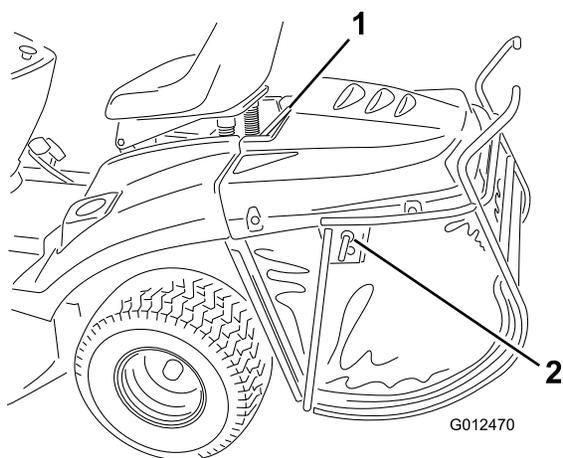

Figura 16
1. Se il perno di bloccaggio è in posizione di blocco, sbloccatelo (Figura 16).